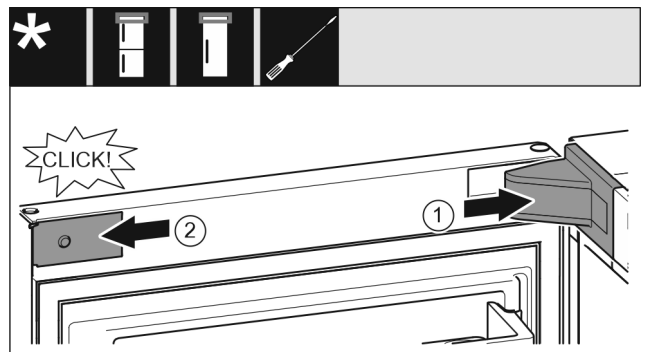

Fig. 22
- ▶ Встановіть та зафіксуйте кришку опорного кронштейна, у разі необхідності – обережно розтисніть. Fig. 22 (1)
- ▶ Встановіть збоку і зафіксуйте накладку. Fig. 22 (2)